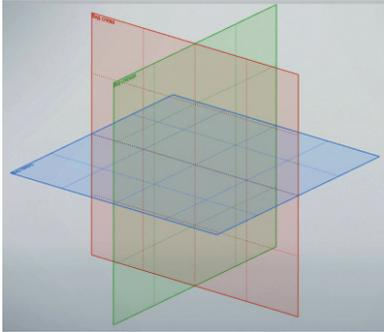

Рис. 5. Выбор плоскости для построения эскиза
1.2. Выберем плоскость *Вид слева* (рис. 5), так как мы будем изображать вид сбоку, а затем «крутить» его вокруг пространственной оси на полный оборот ( $360^\circ$ ).